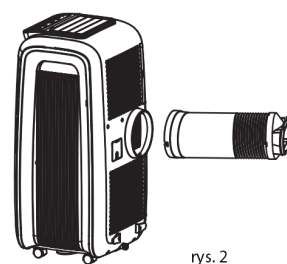

rys. 1
1. Rozciągnij z jednej strony kanał wyrzutowy (1), połącz z łącznikiem kanału wyrzutowego (5). (rys. 1)
2. Połącz z drugiej strony łącznik panelu maskującego (3). (rys. 1)